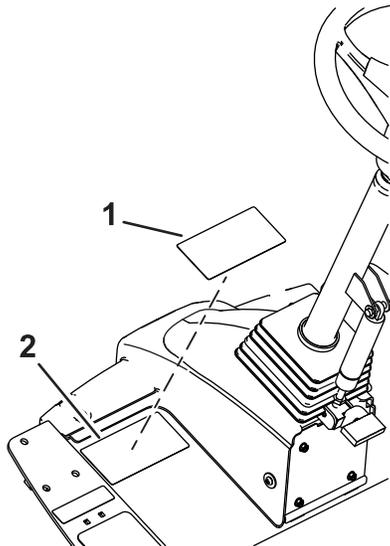

図 37
1. 消毒用アルコールと清潔な布を使って警告デカルの表面を拭き、デカルを乾燥させる (図 37)。